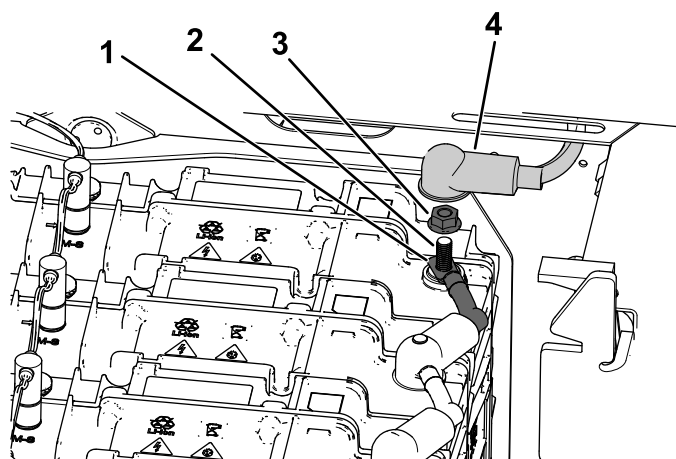

Figura 42
2. Îndepărtați piulița cu guler și cablul negativ (–) al bateriei de la borna bateriei (Figura 42).
1. Fixați cablul negativ (–) al bateriei la borna bateriei utilizând piulița cu guler (Figura 42).
2. Montați capacul bornei negative (–) a bateriei la borna bateriei (Figura 42).